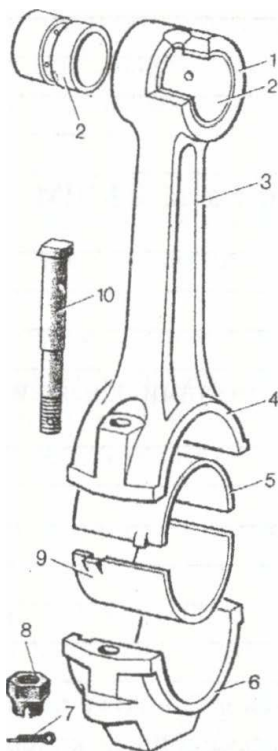

Рисунок 1.1. Шатун
1. Обозначьте в соответствии с нумерацией (1-10) детали кривошипно-шатунного механизма (рис. 1.1.)